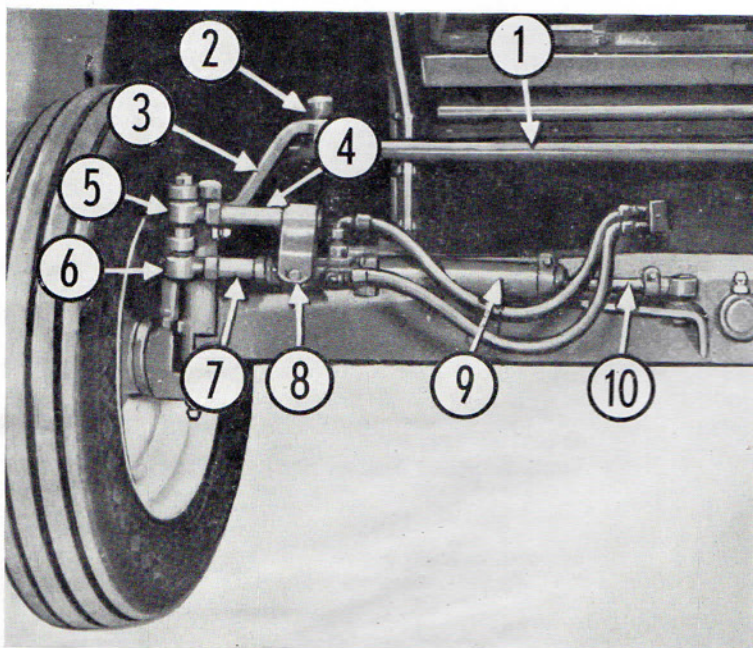

Fig. 119
La barre de direction 2 (fig. 119), est réglable en longueur de façon à obtenir une course égale à droite et à gauche.
Pour effectuer ce réglage, mettre les roues arrière en ligne avec les roues avant, puis déposer la rotule 6 (fig. 119).
**Note.** — Si le réglage permis est insuffisant, il est possible d'agir également sur la rotule 10, fig. 119.
Lorsqu'on a réglé la tringlerie du vérin, il est nécessaire de régler la tringlerie du distributeur 4 (fig. 119).
Pour régler cette tringlerie, retirer la goupille de l'étrier 8 (fig. 119). Déplacer le bras 3 jusqu'à ce que la rotule 5 soit juste au-dessus et en ligne avec la rotule 6 puis régler la tringlerie 4 (fig. 119) de façon que la goupille puisse être mise en place dans l'étrier 8 sans déplacer ni le distributeur ni le levier.